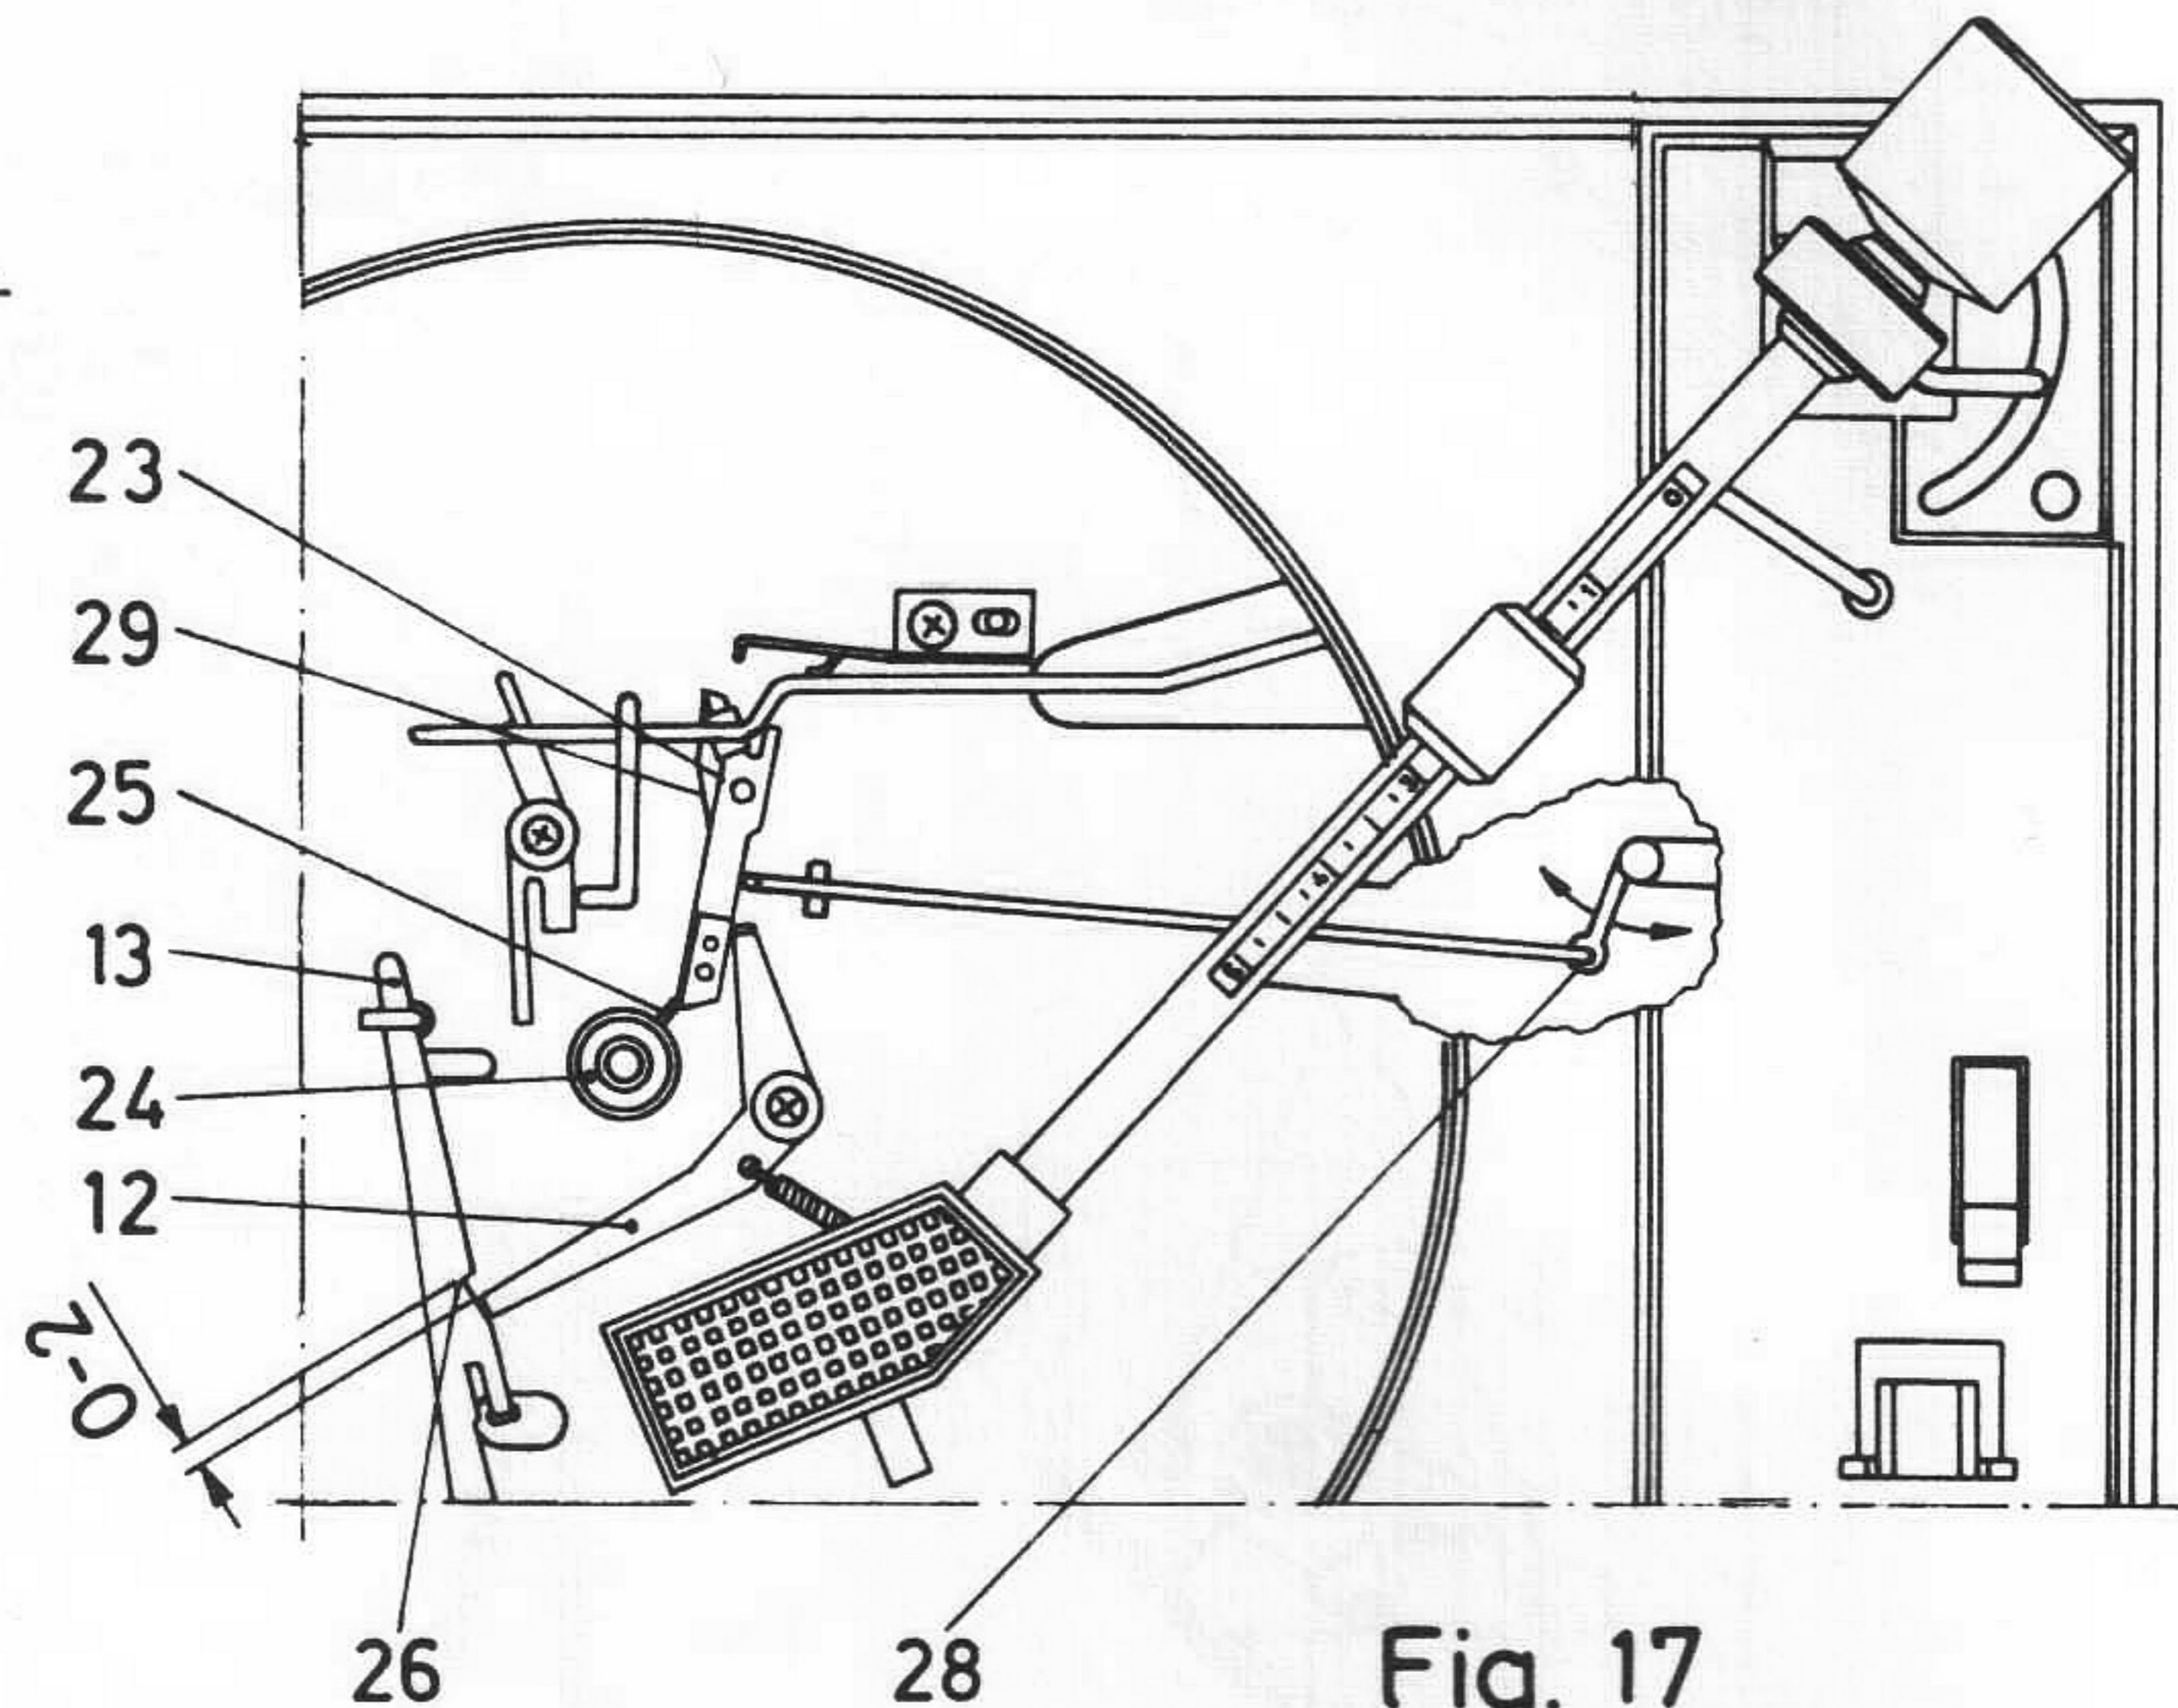
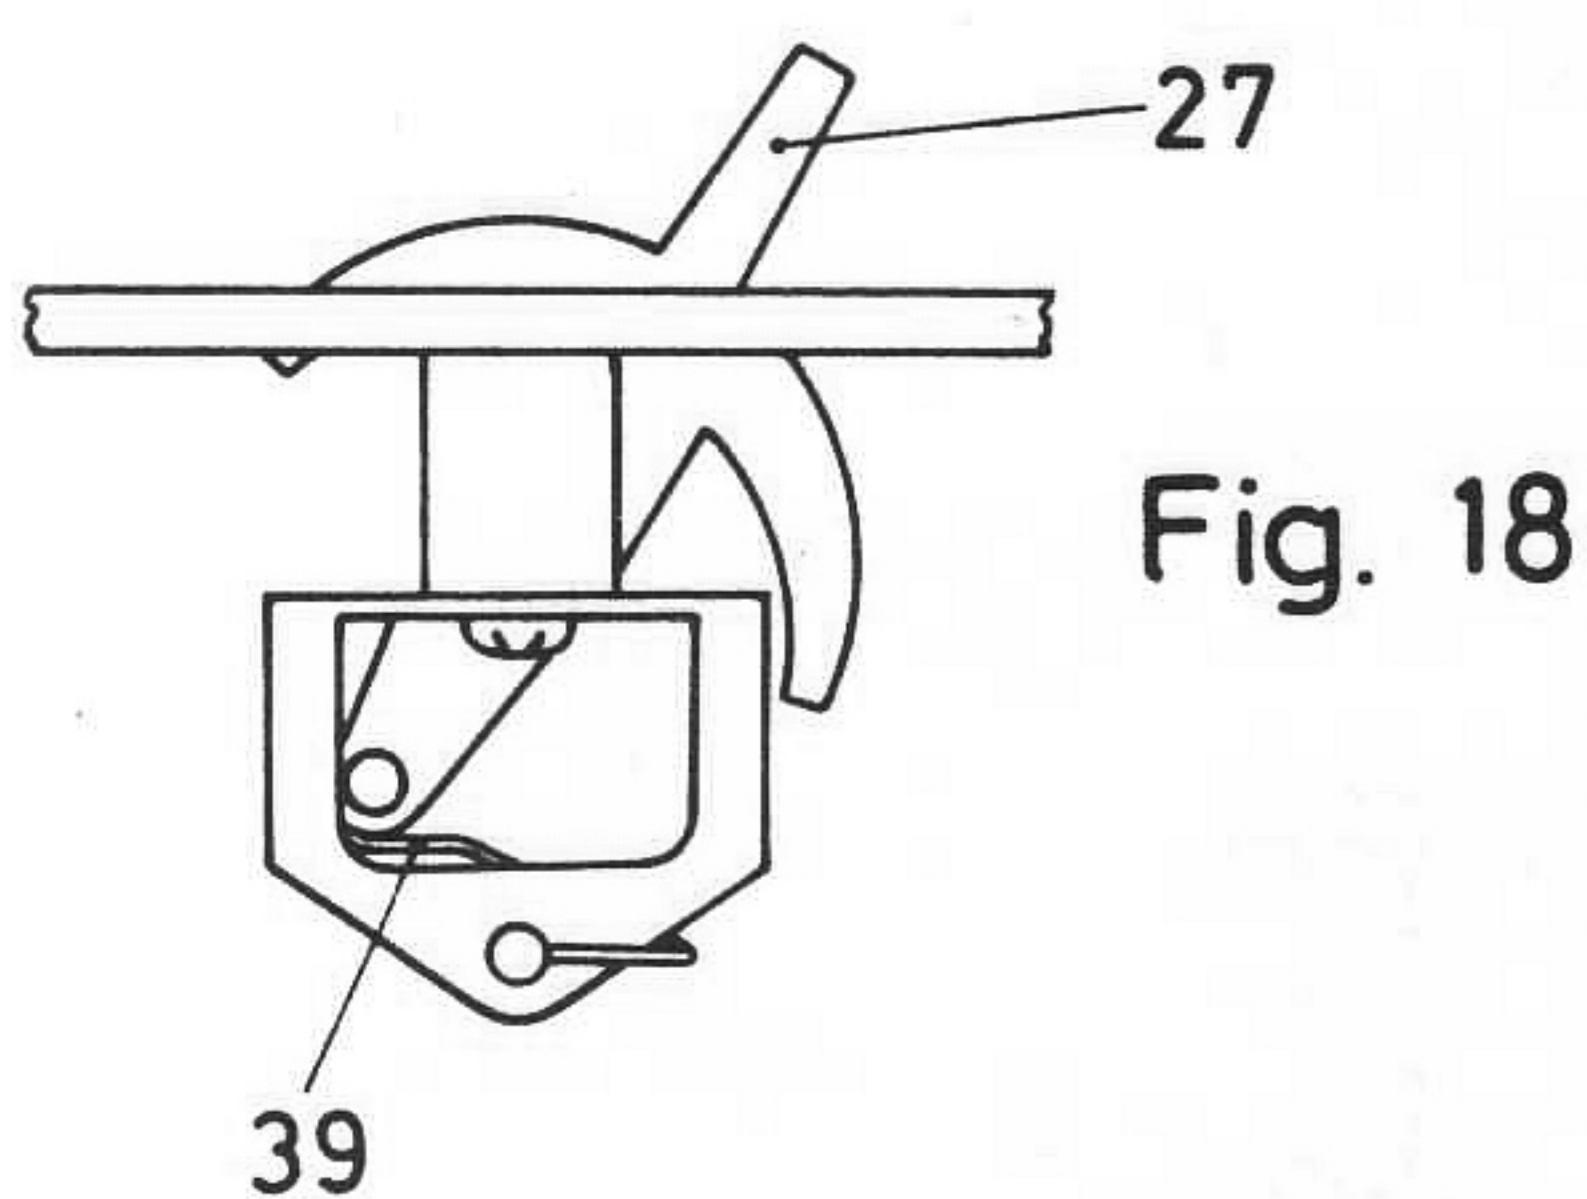

Fig. 17
Fig. 18
10. Kontroll av funktioner vid automatiskt stopp. Fig. 17 och 18.
För in tonarmen så långt att anslagsarmen (23) rör sig, och använd ett skivtallrikscentrum (24) på skivtallriksaxeln vid kontrollen. Vrid detta så att stopptråden (25) fattar tag i anslagsarmen (23) och denna i sin tur påverkar stopparm (12) så att dess ena skänkel går in mot urtaget (26) i start- och stopparm (13), där avståndet enligt fig. 17 skall vara 0 - 2 mm.
Först i rörelsens sista skede skall manöverspaken (27) fig. 18 återgå. Detta justeras, om så skulle behövas, genom att bocka på returarmens (28) fig. 17 korta skänkel. Sedan det automatiska stoppet kontrollerats med skivtallrikscentrum (24), ser man till att anslagsarmen (23) hålls fjädrande mot sitt stopp samt att stopparm (12) trådfjäder (29) trycker med sin mellersta del mot anslagsarmens flik, då tonarmen är i sitt inre läge och stopparm (12) är friktionslåst mot start- och stopparm (13). Justeras genom bockning av fjäder (29).
Vredet (6) fig. 10 ställes i läge 33. En 45-varvsskiva läggs på för avspelning. När tonarmen når slutspåret, skall manöverspaken (27) fig. 18 gå till den position, där tonarmen är i sitt övre läge. Kontrollera även att skivtallriken efter detta går runt så långt att ett "klickande" ljud hörs när anslagsarmen (23) fig. 14 slår emot sitt stopp.
Denna kontroll kan påskyndas genom att försiktigt mata fram tonarmen mot centrum. Skulle detta klickande ej höras, minskar man spänningen av momentfjädern (39) fig. 18.